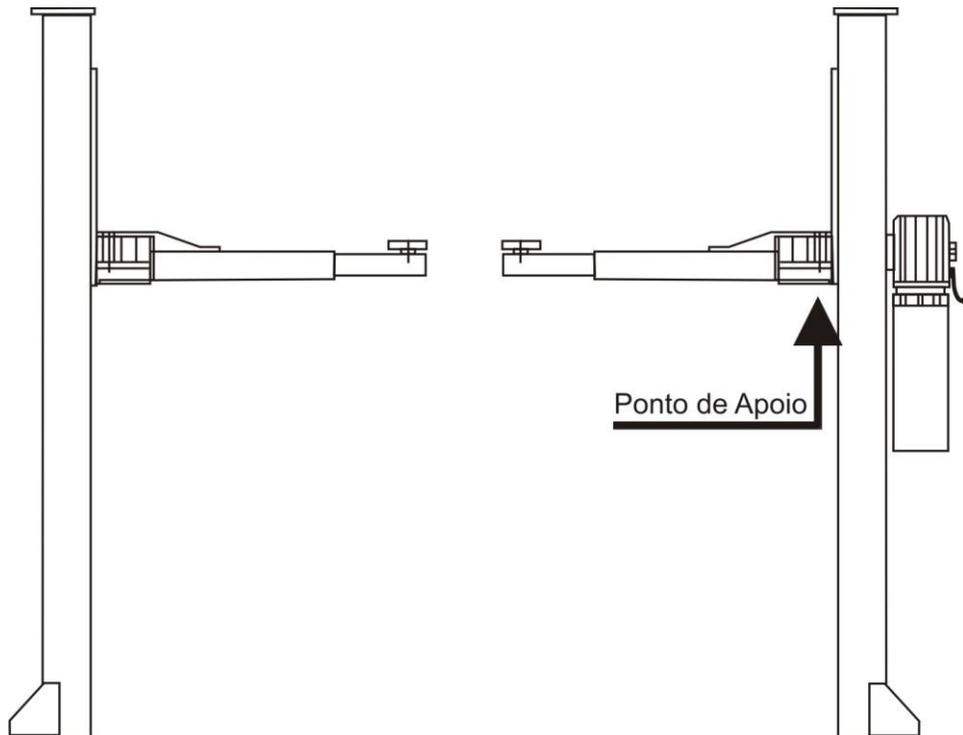

Figura 14
1. Calce um dos carros do elevador no ponto indicado pela Figura 14. Utilize blocos de madeira e um macaco hidráulico posicionado no ponto de apoio indicado pela seta.